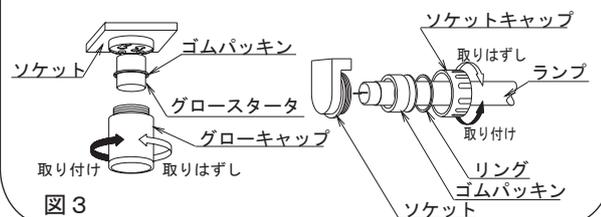

図3
- 7・グロースタータをグローソケットに取り付け、防水性が損なわれないようゴムパッキン、グローキャップを確実に取り付ける。（グロー式器具のみ）（図3）
- 8・適合ランプを確認し、ソケットキャップ、リング、ゴムパッキンを正しく挿入し、ランプを確実に取り付けた後、防水性が損なわれないよう確実にソケットキャップを取り付ける。（図3）